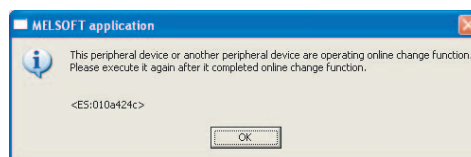

图 5.68 GX Developer 显示的错误对话框
*2： 当运行系统切的要求时， GX Developer 显示如图 5.68 的错误对话框。